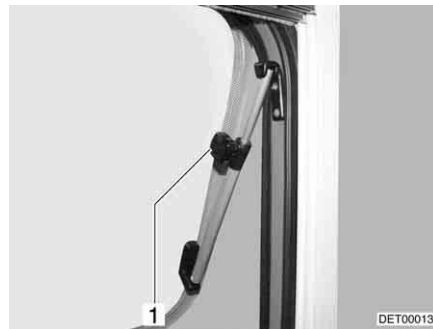

Fig. 73 Fenêtre projetante avec bras pivotant
- Ouvrir la fenêtre projetante jusqu'à la position voulue et la bloquer avec la molette (Fig. 73,1).
- Tourner la molette (Fig. 73,1) jusqu'à ce que le dispositif de blocage soit libéré.